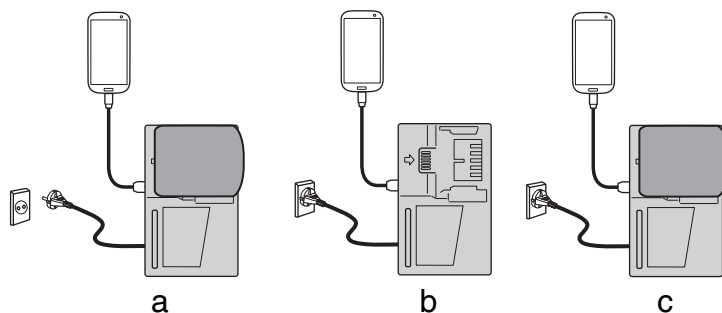

Fig. 3
- Carga de un dispositivo USB mediante batería (Fig. 3-a)
- Cargar un dispositivo USB desde una toma de corriente eléctrica (Fig. 3-b)
- Cargar un dispositivo USB y su batería desde una toma de corriente eléctrica (Fig. 3-c)